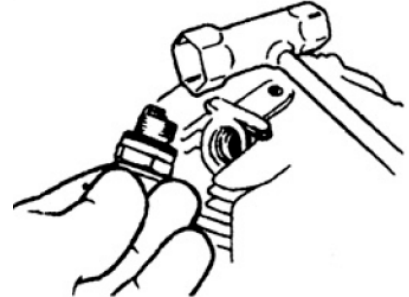

Fig.12
1. Démonter la bougie à l'aide de la clé (Fig.12). Si la bougie est sale ou trempée d'essence, nettoyez-la et séchez-la.